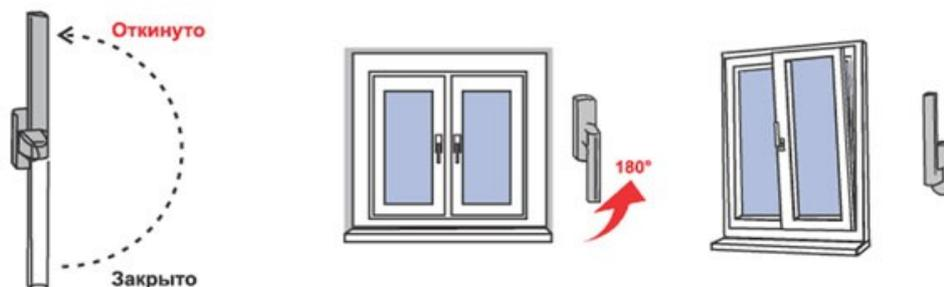

Рис.2
3) Для перевода створки из закрытого положение в откидное (поворот створки относительно нижней горизонтальной оси, положение «Откинута» на Рис.2) ручку поворачивают вертикально на 180 градусов вверх, затем, потянув за ручку, поворачивают створку относительно нижней горизонтальной оси на заданный изготовителем угол (не более 10 градусов) (**откидной режим**).
4) Для запираания створки из открытого или откидного положения ее сначала закрывают и, придерживая створку рукой, поворачивают ручку вертикально вниз (положение «Закрыто» на Рис. 2).